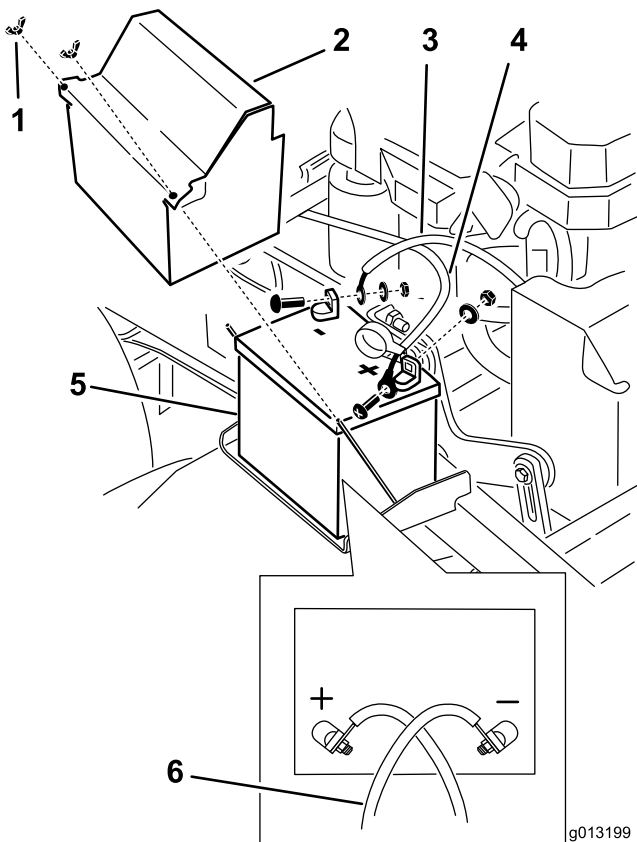

Figure 53
3. Débranchez le câble négatif de la batterie de la borne négative (-) de la batterie (Figure 53).
4. Enlevez le capuchon rouge de la borne positive (rouge) de la batterie. Débranchez ensuite le câble positif (rouge) de la batterie (Figure 53).
5. Déposez la plaque de maintien de la batterie (Figure 53) et enlevez la batterie.
1. Placez la batterie sur la machine (Figure 53).
3. Commencez par relier le câble positif (rouge) à la borne positive (+) de la batterie avec un écrou, une rondelle et un boulon (Figure 53). Glissez le capuchon de caoutchouc sur la borne de la batterie.
4. Reliez ensuite le câble négatif et le câble de masse à la borne négative (-) de la batterie avec un écrou, une rondelle et un boulon (Figure 53).
**Remarque:** Les câbles de la batterie se croisent lorsqu'ils sont installés correctement (Figure 53).